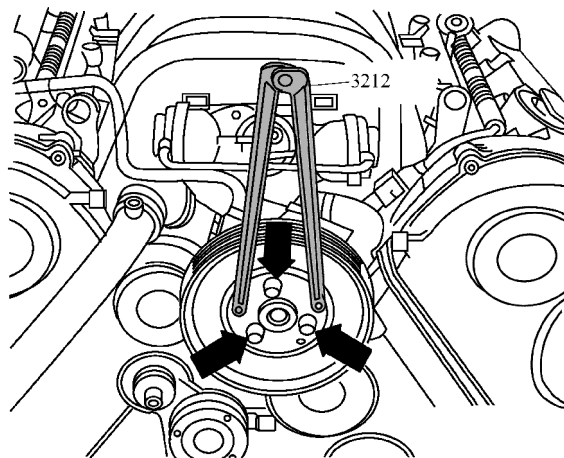

图 1-3-35 使用双孔螺母扳手 3212 来顶住
- (2) 如图 1-3-35 所示, 使用双孔螺母扳手 3212 来顶住拧下伺服泵的多楔带轮。